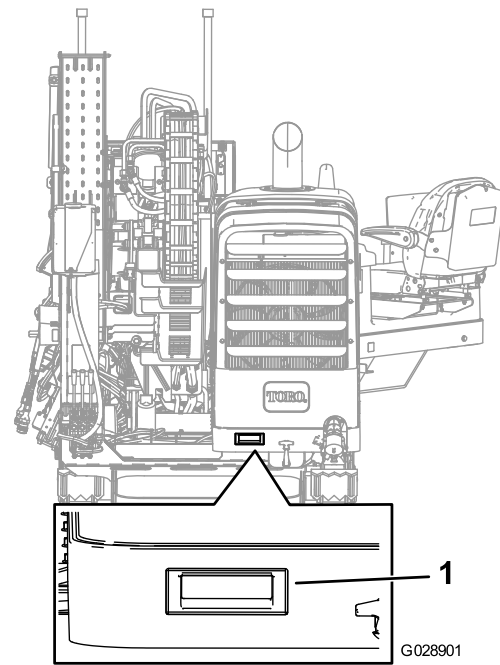

Bild 61
3. Heben Sie den Griff an, siehe Bild 61.